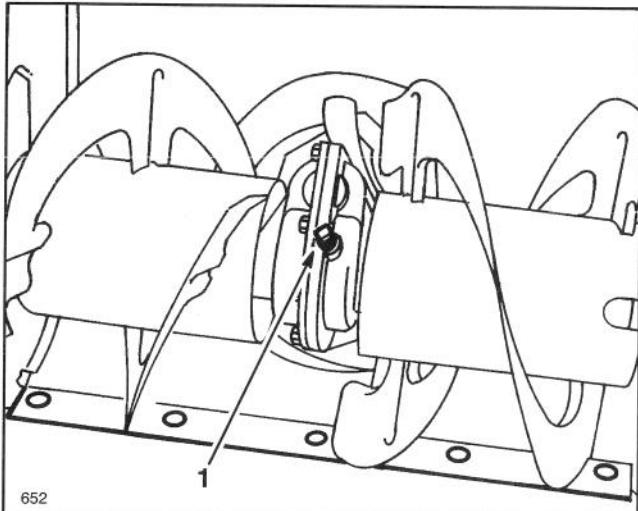

Figure 23
- Retirez l'obturateur de tuyau de la boîte d'engrenage (Fig. 23).